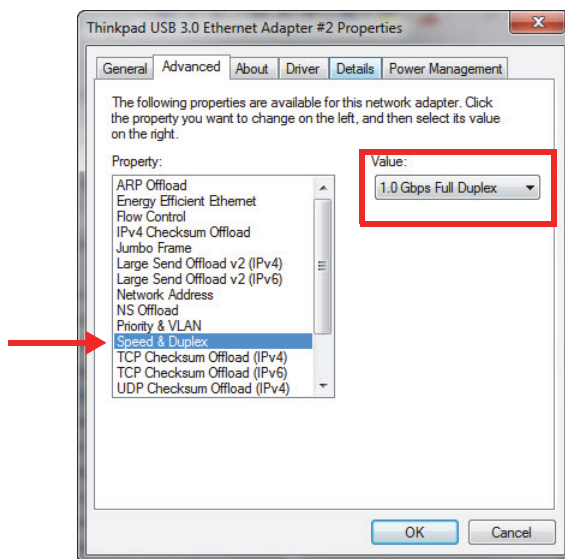

図 1-9 Speed & Duplex プロパティ
6. [詳細設定] タブの [Speed & Duplex] を選択し、[1.0 Gbps Full Duplex] を選択します (31 ページの図 1-9)。